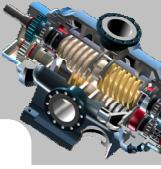
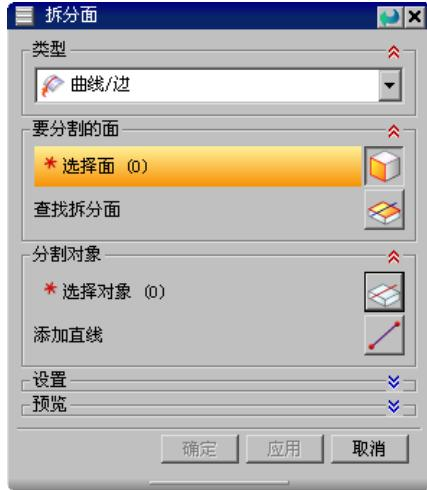

图 1.5 “注塑模工具”工具条
图 1.6 “拆分面”对话框
Step1. 选择命令。在“注塑模向导”工具条中，单击“注塑模工具”按钮 ，系统弹出图 1.5 所示的“注塑模工具”工具条，单击“拆分面”按钮 ，系统弹出图 1.6 所示的“拆分面”对话框。